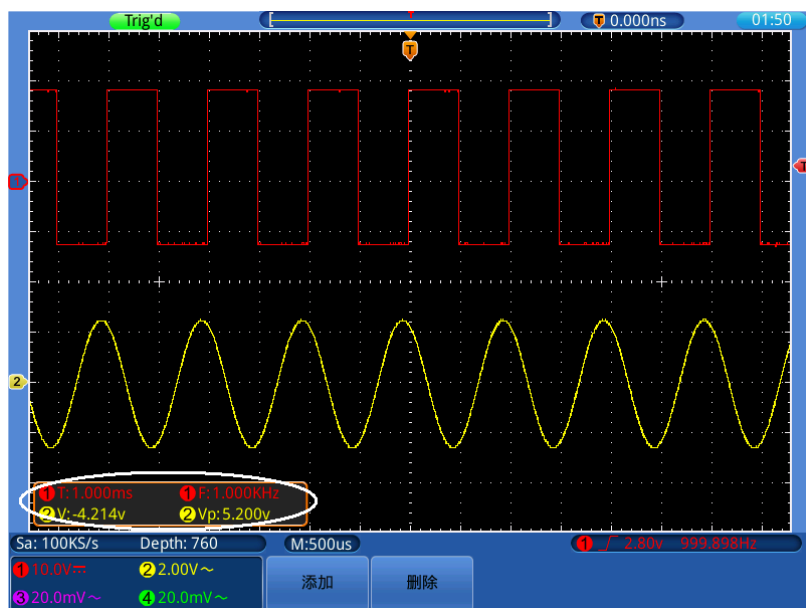

图 5-8: 自动测量
3. 在右侧菜单选择 **信源**，在左侧菜单选择信源为 ①。
8. 在右侧菜单选择 **信源**，在左侧菜单选择信源为 ②。
- 在屏幕左下方测量窗口会显示出测量数值。见图 5-8：